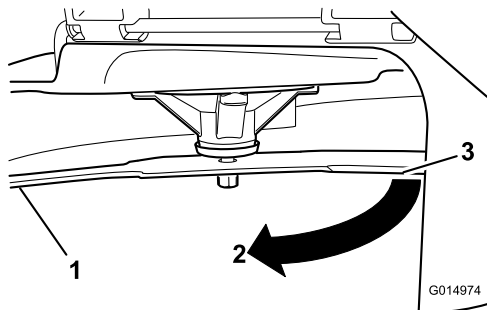

Figura 56
4. Gire la misma cuchilla 180 grados de manera que el otro extremo esté en la misma posición (**Figura 56**).